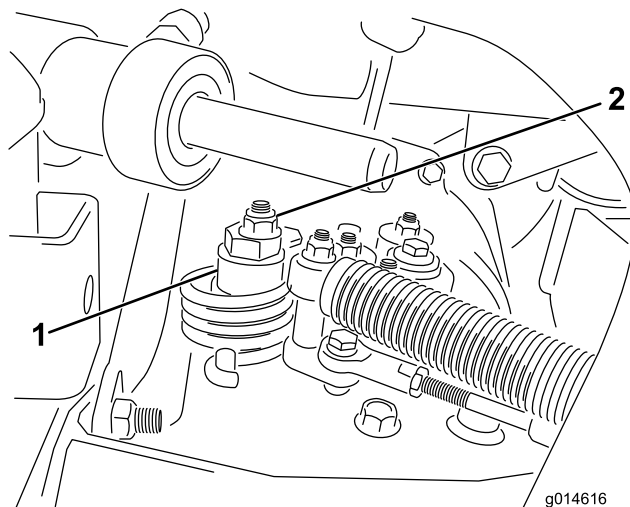

图41
- A. 松开将偏心螺栓固定到静液压泵顶部的螺母 图 41。
- C. 旋转偏心螺栓直到不再出现任何方向的缓慢前移。当轮子停止旋转时旋紧螺母锁定偏心螺栓和调整图41。将油门移至慢速和快速位置验证调节情况。